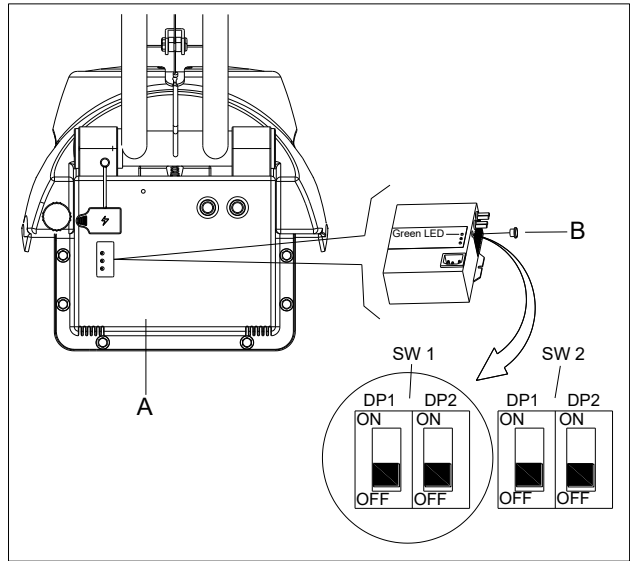

Figura 4
1. Desligue a máquina e desmonte a tampa (A como na Figura 4) da máquina. Remova a tampa preta redonda situada na parte frontal do carregador (B como na figura 4) e vai encontrar 2 conjuntos de interruptores dip (SW1 e SW2) no carregador.